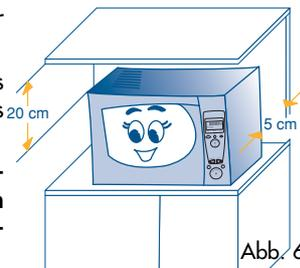

Abb. 6
- 1) Nachdem Sie das Gerät aus der Verpackung genommen haben, entfernen Sie die Schutzhülle, in der sich der Drehteller (H), dessen Halterung (I) und das gesamte Zubehör befindet. Prüfen Sie, ob der Drehtellerstift (D) korrekt an seinem Platz in der Mitte des Drehtellers angebracht ist.
- 5) Nachdem Sie das Gerät auf der Arbeitsfläche aufgestellt haben, vergewissern Sie sich, dass zwischen den Geräteflächen und den Seitenwänden sowie der Rückseite ein Freiraum von etwa 5 cm und über dem Mikrowellengerät ein Freiraum von mindestens 20 cm verbleibt (Abb. 6).